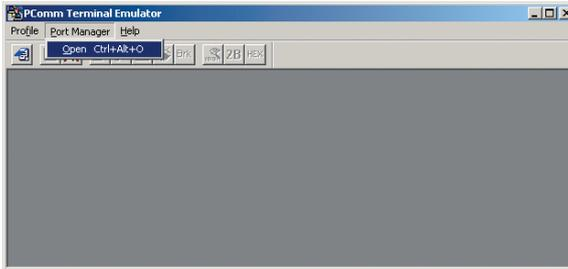

Рис. 17
6. Подключитесь к программатору - откройте вкладку «Port Manager», выберите команду «Open» (рис. 17).